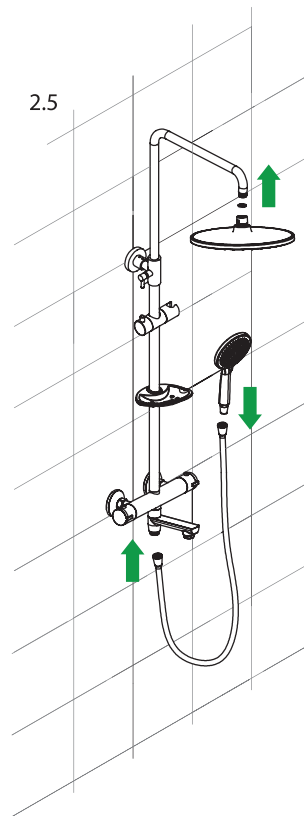

Рис. 2 / 2-суп.
1. Отключите систему холодного и горячего водоснабжения. Ввинтите эксцентрические переходники (см. рис. 2) в выходы трубопроводов системы водоснабжения, предварительно уплотнив резьбовую часть изоляционным материалом. Подберите положение эксцентрических переходников, при котором они совпадут и будут соответствовать присоединительному положению смесителя. При этом положение смесителя должно быть горизонтальным.
3. Установите стойку для душа (рис. 2). Отрегулируйте ее, выбрав необходимую высоту для комфортного использования. С помощью входящего в комплект крепежа установите и зафиксируйте верхний держатель стойки. Установите верхнюю душевую насадку.